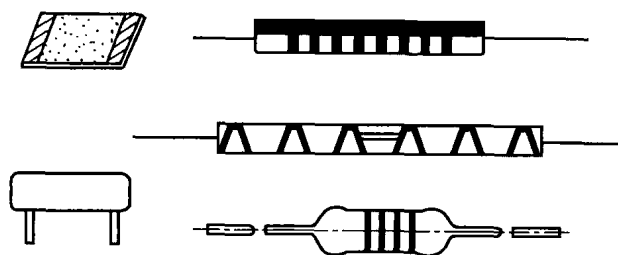

图 1-8 金属玻璃釉型电阻器的外形
(6) 金属玻璃釉型电阻器。金属玻璃釉型电阻器是在陶瓷骨架上覆盖了一层由金属氧化物如银、铋、锡、等和玻璃釉黏合剂混合后的物质，再经高温烧制而形成的。金属玻璃釉型电阻器的优点是耐高温、耐潮湿、噪声小、性能稳定、电阻值范围较大，其外形如图 1-8 所示。